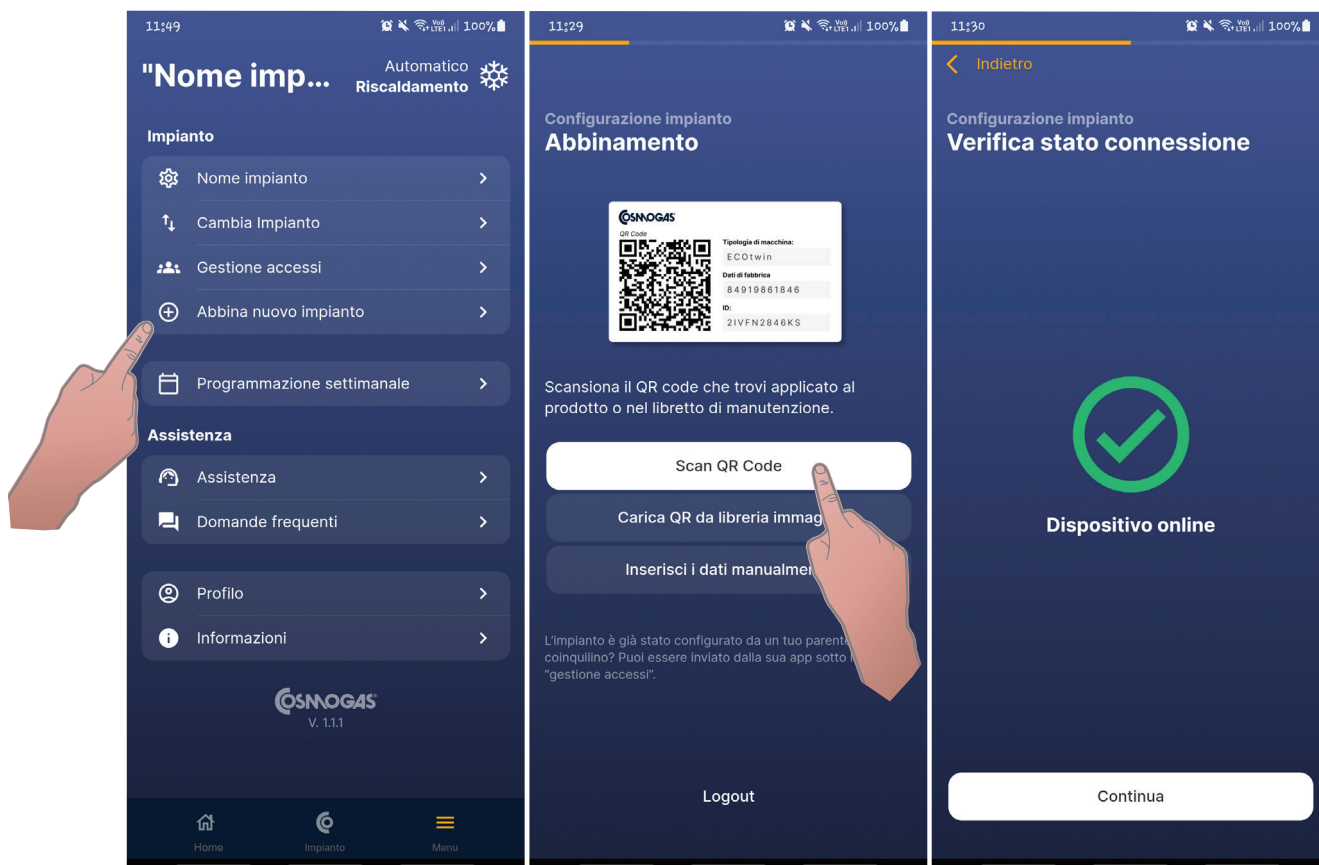

Figura 7-43 - Schermate App Cosmo+
- cliccare **"Abbina nuovo impianto"**, cliccare **"Scan QR Code"** e scansionare il QR Code proposto dal pannello di controllo (Figura 7-43), a confermare l'avvenuta connessione la schermata con il messaggio **"Dispositivo online"**;